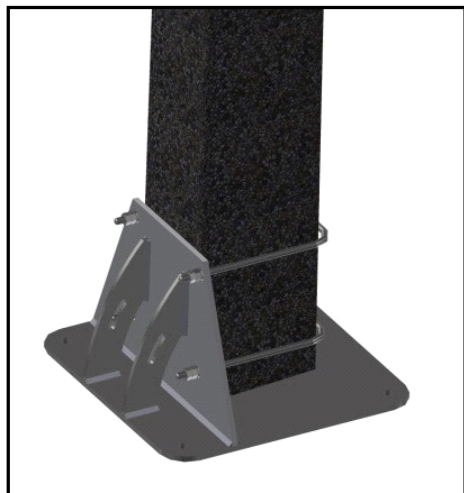

рис. 29
2. На нижнюю часть бетонного столба смонтировать нижнюю опору столба с использованием стремянок, гаек M12 и шайб M12 (рис. 29).